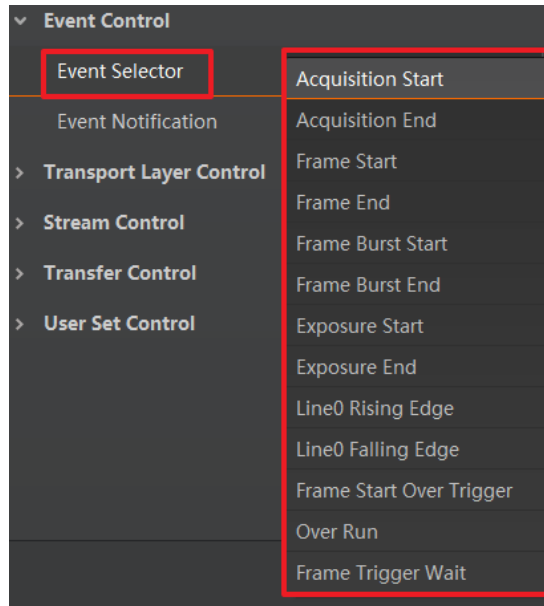

图8-5 选择需要查看的事件
1. 展开 *Event Control* 属性，在 *Event Selector* 下拉框处选择需要查看的事件，如图 8-5 所示。